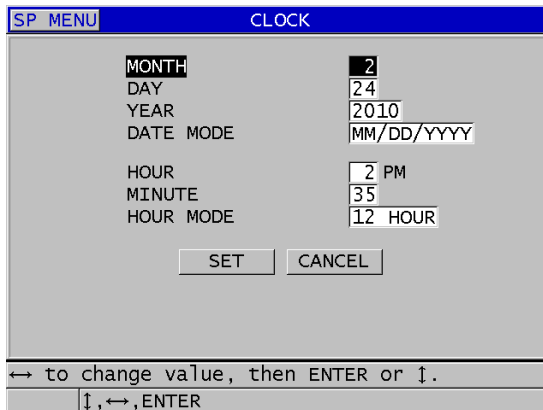

Abbildung 4-2 Einstellen von Datum und Zeit
3. Führen Sie Folgendes im Fenster **UHRZEIT** (siehe Abbildung 4-2 auf Seite 59) aus: